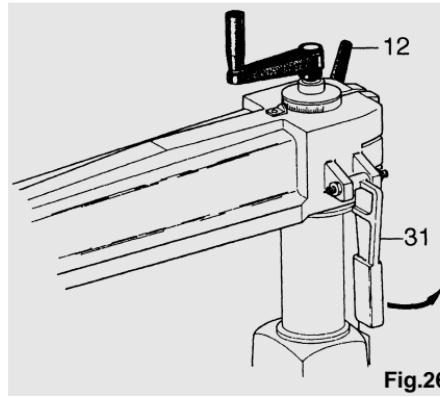

Fig.26
Um den Werkzeugträgerarm an der Säule zu drehen siehe Abb.26, die den selbstzentrierenden Keilhebel (31) und den Jaccard (12) zeigt, der gelöst und festgezogen werden muß. Heben und senken Sie den Hebel nur bei gelöstem Jaccard.